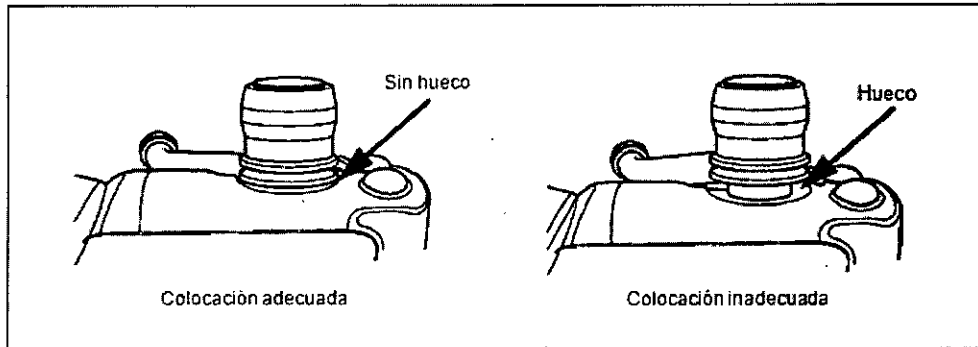

Figura 3.8
3. Inspeccione y compruebe que la base de la válvula está en contacto adecuadamente con el cilindro de aspiración. La colocación no es adecuada si sigue existiendo un hueco entre la base de la válvula de aspiración y la parte superior del cilindro de aspiración (véase la figura 3.8).